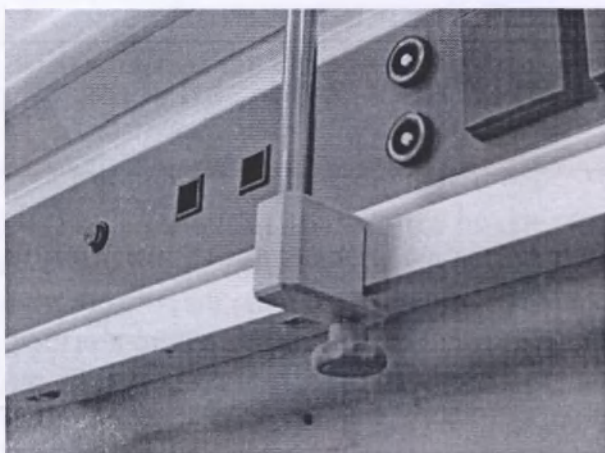

Рис. 7 Смена местоположения держателя капельниц
- 8.3 Смена местоположения держателя капельниц на рельсе. Перед сменой местоположения, держатель капельниц необходимо повернуть в положение параллельное корпусу консоли (сосуды с инфузионной жидкостью должны быть сняты). Ослабить ручку фиксации (Рис. 7). Переместить держатель капельниц по рельсу в новое положение и затянуть до упора винт ручки.